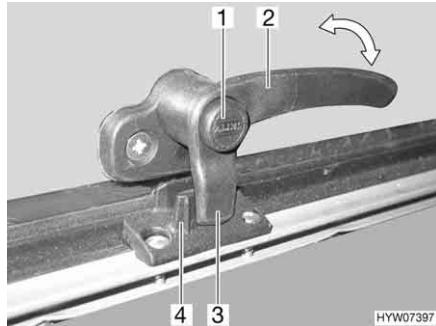

Fig. 37 Leva di serraggio in posizione "Chiuso"
- Premere il bottone di sicurezza (Fig. 37,1) e mantenerlo premuto.
- Ruotare la leva di serraggio (Fig. 37,2) di un quarto di giro verso il centro della finestra.
- Ruotare la leva di serraggio (Fig. 37,2) di un quarto di giro verso il telaio della finestra. Il nasello di chiusura (Fig. 37,3) della leva di serraggio si trova completamente sul lato interno della chiusura della finestra (Fig. 37,4).
- In posizione "Completamente chiusa" (Fig. 37)